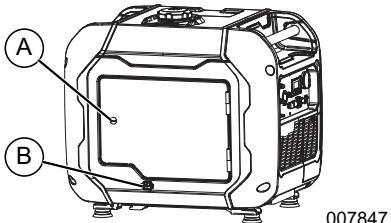

Figure 2-9. Trappe d'accès et Capuchons de vidange d'huile
- Voir Figure 2-9. À l'aide d'un tournevis à tête plate, tournez le verrou d'un quart de tour dans le sens des aiguilles d'une montre pour ouvrir la trappe d'entretien (A).